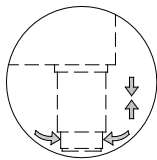

Figure 1
- Placez le réfrigérateur sur une surface plane (utiliser les pieds réglables) (Fig. 1)